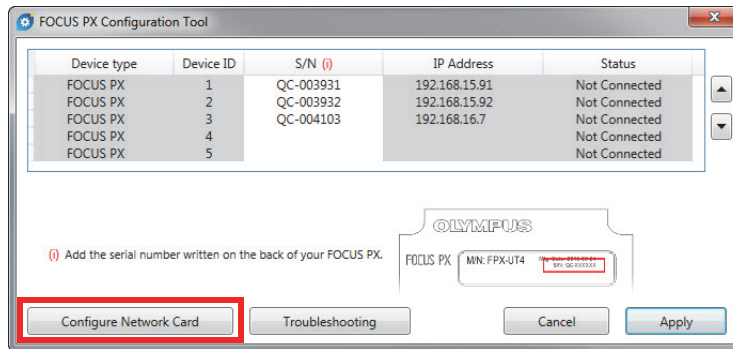

Abbildung 5-2 Konfiguration der Netzwerkkarte
3. Klicken Sie auf **Configure Network Card** (siehe Abbildung 5-2 auf Seite 25).